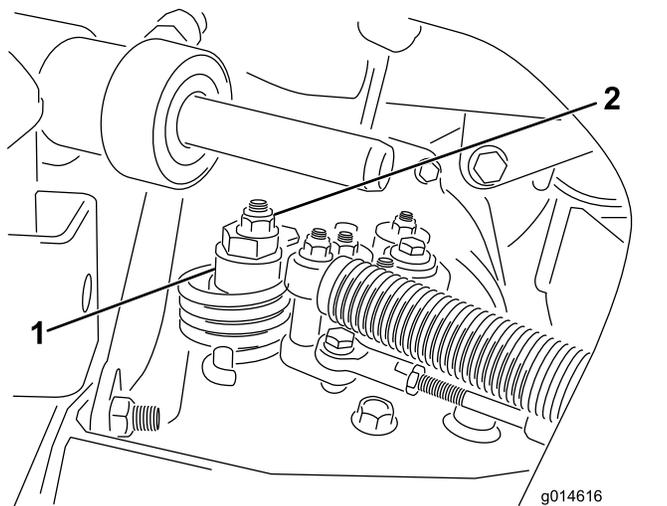

Figure 41
- A. Desserrez l'écrou de fixation de l'excentrique en haut de l'hydrostat (Figure 41).
- C. Tournez l'excentrique jusqu'à ce que la roue ne tourne plus dans aucune direction. Lorsque la route arrête de tourner, serrez l'écrou pour bloquer l'excentrique et le réglage (Figure 41). Vérifiez le réglage avec la commande d'accélérateur en position BAS RÉGIME, puis HAUT RÉGIME.